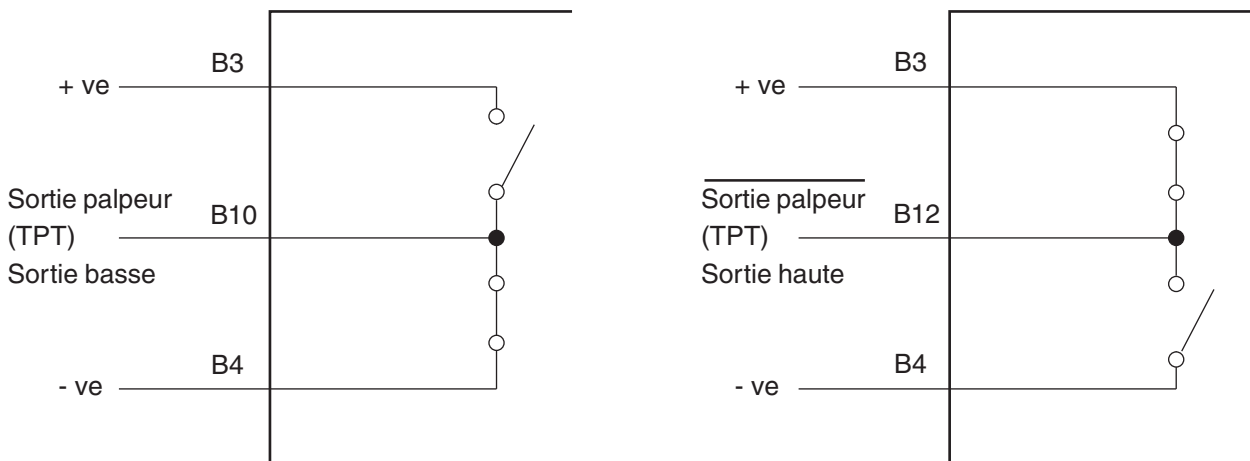

Figure 12
- Sortie palpeur inverse (figure 12).